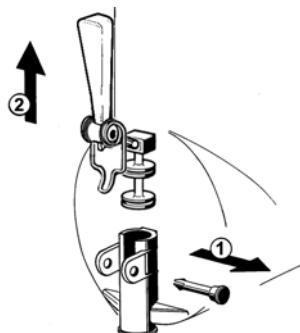

Bild 10
- 5 Den Ablaußhahn in der gezeigten Reihenfolge zerlegen (Bild 10).
- 3 Den Hahn auf dem Behälter wieder zusammensetzen. Dabei die zur Demontage durchgeföhrten Schritte in umgekehrter Reihenfolge ausführen (Bild 10).